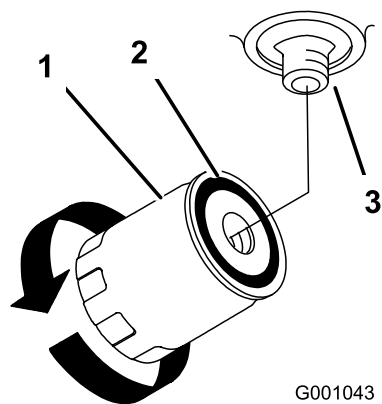

Figure 75
- Déposez le filtre usagé et essuyez la surface du joint de l'adaptateur (Figure 75).
- Montez le filtre de rechange sur l'adaptateur, Tournez le filtre dans le sens horaire jusqu'à ce que le joint rejoigne l'adaptateur, puis donnez 1/2 tour supplémentaire (Figure 75).